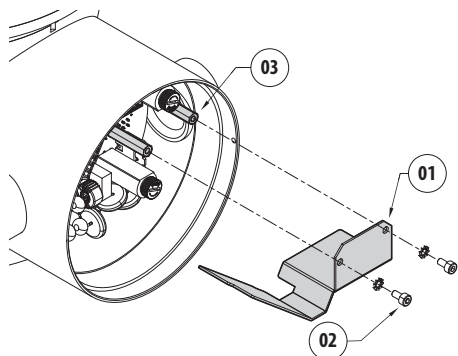
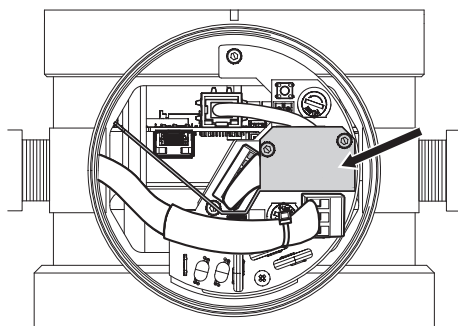

Fig. 17
Fig. 18
Fixer la barrière (01) avec les vis et rondelles (02) aux entretoises prévues (03) (Fig. 17, page 27 et Fig. 18, page 27).